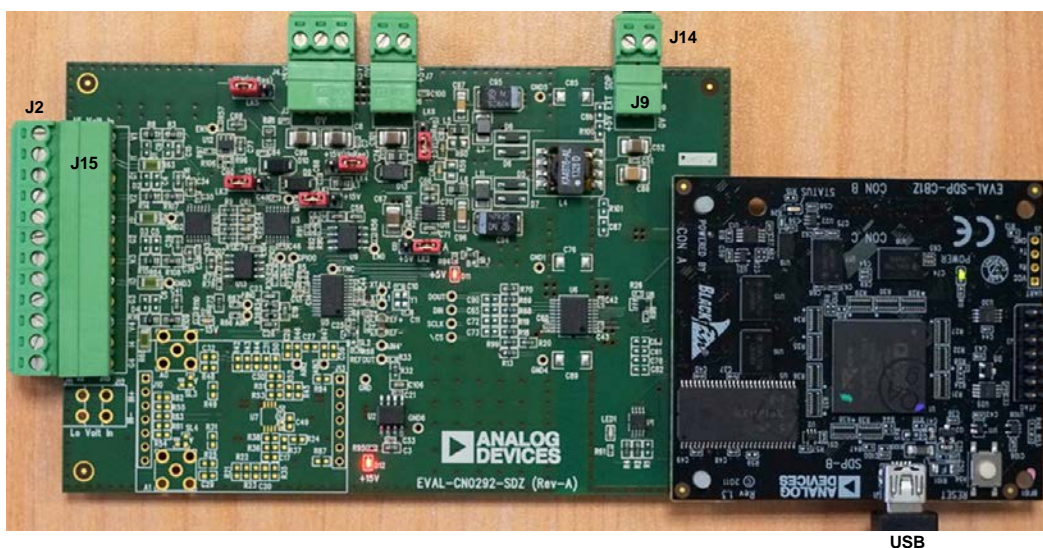

図 10. EVAL-SDP-CB1Z SDP ボードに接続された EVAL-CN0292-SDZ 評価ボードの写真
- J14 に接続された 5V/1A の DC 電源を使ってボードに給電します (図 10 参照)。